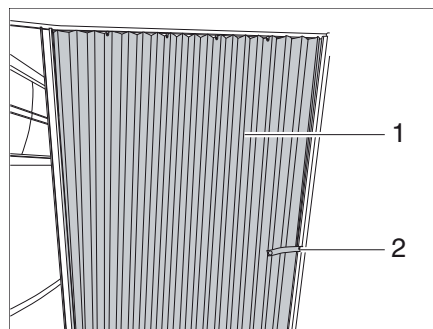

Fig. 81 Rideau pliant
- Détacher la bande de sécurité (Fig. 81,2).
- Tirer le rideau pliant (Fig. 81,1) en position de fermeture.
- Amener le rideau pliant (Fig. 81,1) dans la position d'ouverture.
- Fixer le rideau pliant avec la bande de sécurité (Fig. 81,2).